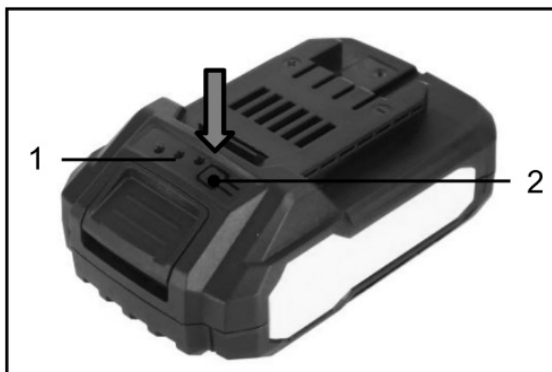

Рисунок 5. Схема перевірки рівня заряду акумуляторної батареї.
– натиснути та утримувати кнопку акумуляторної батареї (2, рис. 5), що розташовується на верхній панелі акумулятора;
– перевірити рівень зарядженості акумулятора: під час утримання кнопки залежно від стану заряду батареї почнуть світитися відповідні індикатори (1, рис. 5).